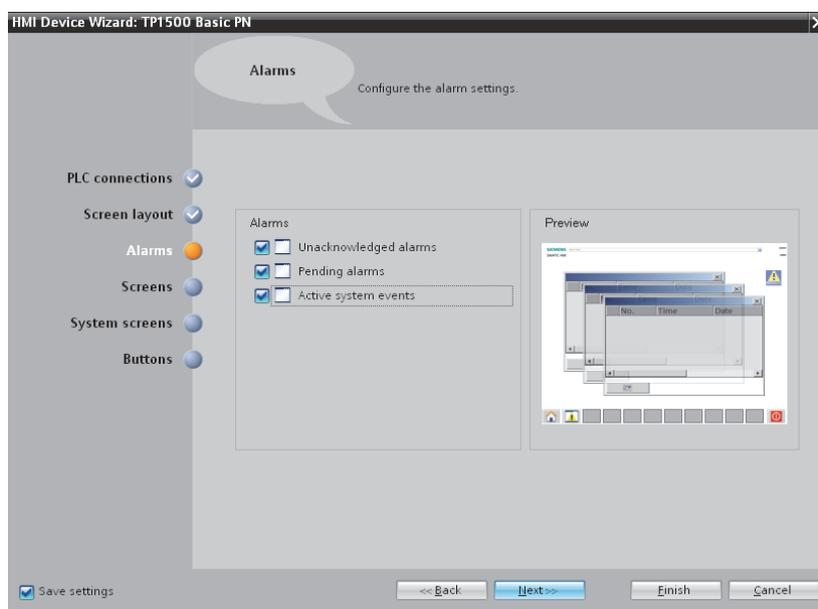

Рис. 1.30. Активация параметров
– убедитесь, что отображаемые параметры активируются в диалог «Alarms» и нажмите «Next» (рис. 1.30);